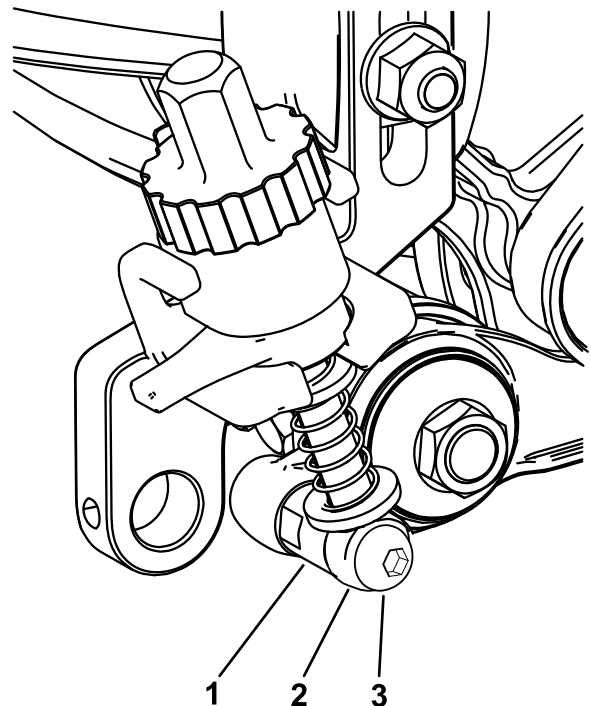

Bild 23
5. Befestigen Sie auf der Seite der Spannscheiben die Einstellarmstange an der Spannscheibenbaugruppe, indem Sie eine Ansatzschraube durch die Einstellarmstange und in den Einstell-Stelling einführen, wie in Bild 23 dargestellt. Ziehen Sie die Ansatzschraube auf ein Drehmoment von 20 bis 26 N·m an.